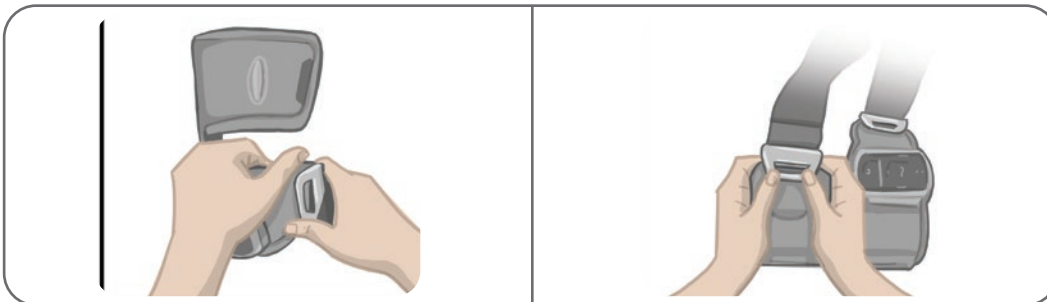

Figura 11-12: Remoção das correias da coxa
1. Empurre a fivela fixada da correia da coxa na direção do manguito da coxa fazendo um movimento de torção. Veja a Figura 11-12.